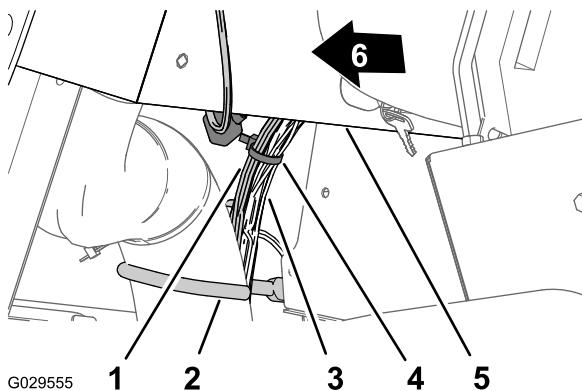

Figure 16
5. À côté du crochet de câble et de flexible, attachez la branche tableau de bord de 240 cm au faisceau de la machine avec un serre-câble (Figure 16).